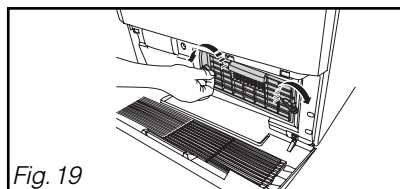

Fig. 19
- Déverrouillez le condenseur (Fig. 19).